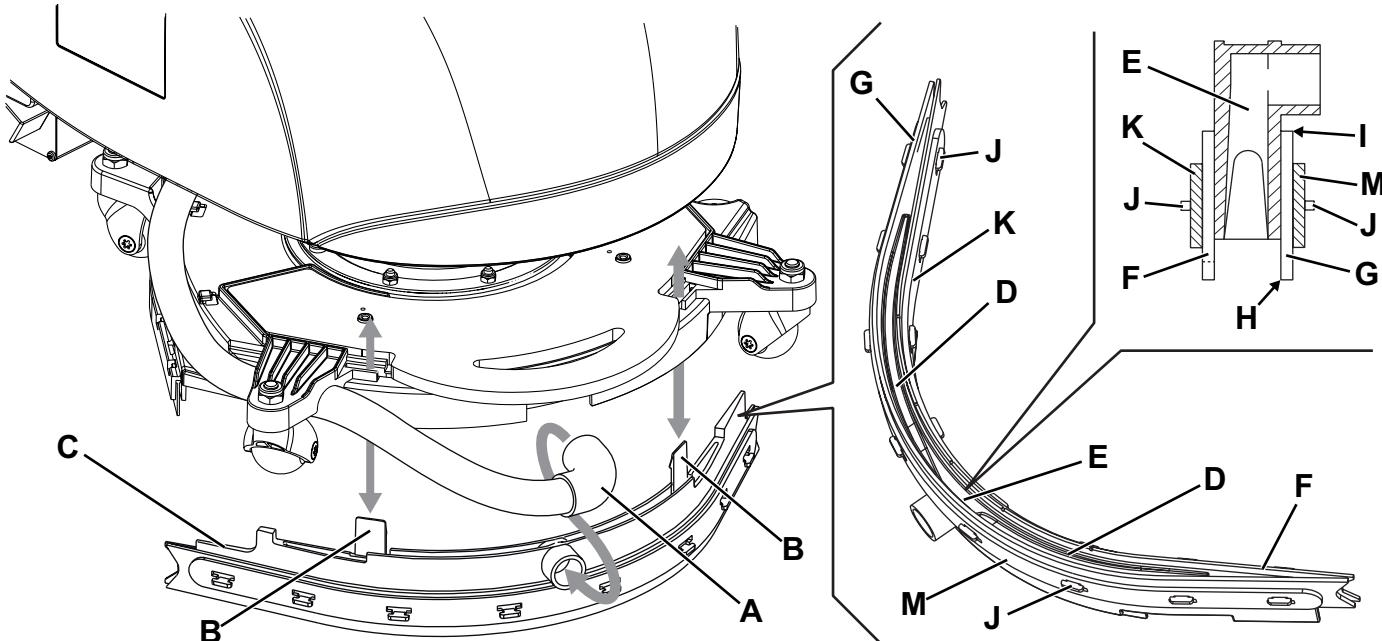

Figure 4
2. Tourner la manette (32) sur «0» et débrancher la batterie (7).
3. Tourner la tête porte-brosse / plateau support disque (12) dans le sens contraire aux aiguilles d'une montre jusqu'à fin de course.
4. Déconnecter le tuyau d'aspiration (A, Fig. 4) de l'embouchure en dévissant le collier.
5. Dégager les pinces (B) et enlever l'embouchure (C) en l'extrayant de la tête porte-brosse vers le bas.
6. Laver et nettoyer l'embouchure. Nettoyer en particulier les compartiments de convoyage (D) et l'orifice d'aspiration (E) de la saleté et des déchets.
7. Contrôler que la lamelle en caoutchouc avant (F) et la lamelle en caoutchouc arrière (G) sont intactes et qu'elles ne présentent pas de coupures ou déchirures ; dans le cas contraire, les remplacer (voir la procédure au paragraphe suivant).
2. Contrôler que la lamelle en caoutchouc avant (F, Fig. 4) et la lamelle en caoutchouc arrière (G) sont intactes et qu'elles ne présentent pas de coupures ou de lacerations; en cas contraire, les remplacer selon les instructions suivantes. Contrôler aussi que l'arête de la lamelle en caoutchouc arrière (H) n'est pas usée ; dans le cas contraire, renverser la lamelle, en remplaçant l'arête usée avec l'autre arête (I), si elle est encore intacte. Si l'autre arête est usée, remplacer la lamelle en caoutchouc, en procédant comme suit :
- Dégager la barre de fixation (K ou M) des dispositifs de retenue (J), puis remplacer (ou renverser) la lamelle en caoutchouc (G ou F).
3. Installer l'embouchure (C) en insérant les pinces (B) dans les logements de la tête porte-brosse.
4. Connecter le tuyau d'aspiration (A) à l'embouchure et serrer le collier.